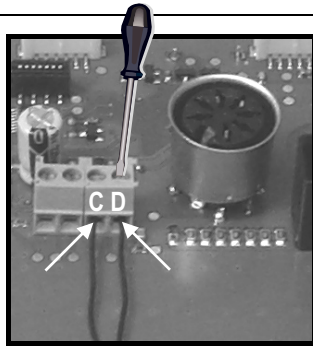

Abb. 9.5.5.
- Die blanken Kabelenden werden auf der Hauptplatine an dem dafür vorgesehenen Anschluss mit Schraubklemmen (→ Abb. 9.5.5., kleiner Schlitzschraubendreher erforderlich) von der Senderakku-Seite her angeschlossen. Dazu muss der Senderakku ausgebaut werden. Die beiden Drähte können beliebig an die Klemmen C und D angeschlossen werden.